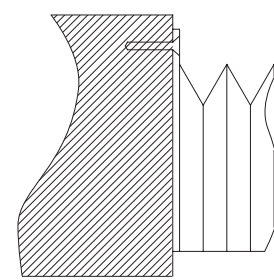

рис. 4
- мех присоединяется к фланцу, который выходит за профиль PVC каркаса (рис.4). Мех может заканчиваться целой складкой, а также крепиться болтом к стенке станка.